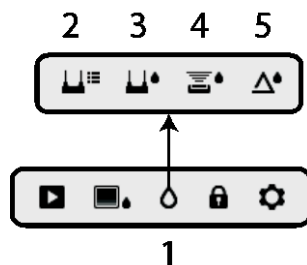

Рис. 5-3. Значки режимов измерения влажности
В главном меню выберите значок режима измерения влажности (1). См. рис. 5-3. Выберите один из четырех режимов измерения влажности (значки 2, 3, 4 и 5) как описано ниже.